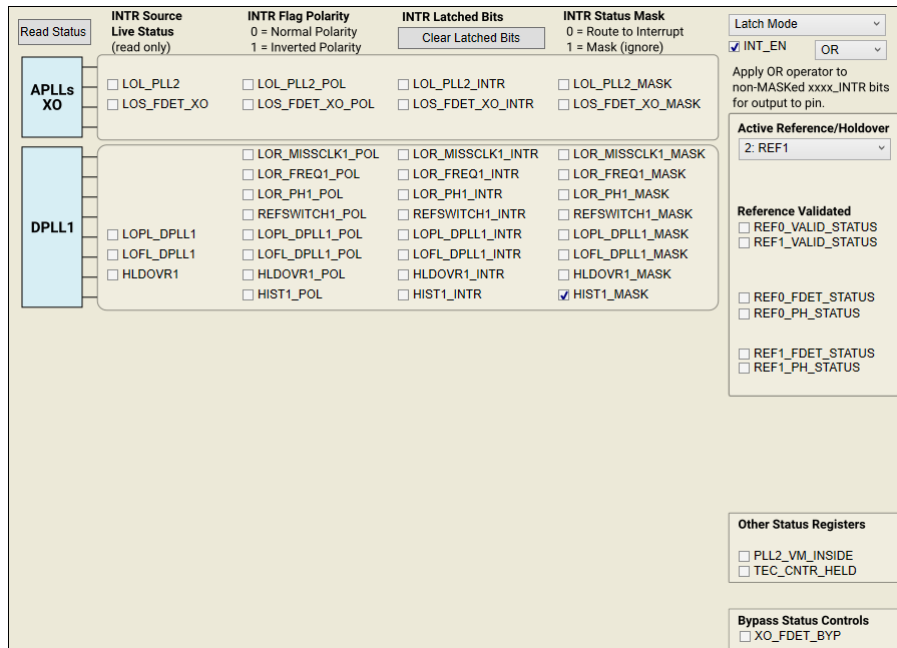

图 3-2. 读取状态位
4. 检查 LMK5B12212 状态，如图 3-2 中所示。